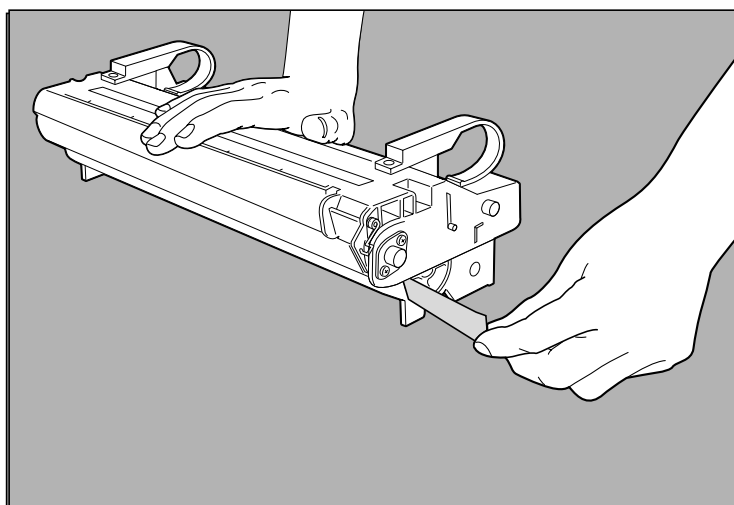

Fig. 2.10 Rimuovere la striscia sigillante
7. Mettere la cartuccia toner su una superficie piana, tenendola ferma con una mano. Afferrare la linguetta finale della striscia sigillante e tirarla con forza (fig. 2.10).